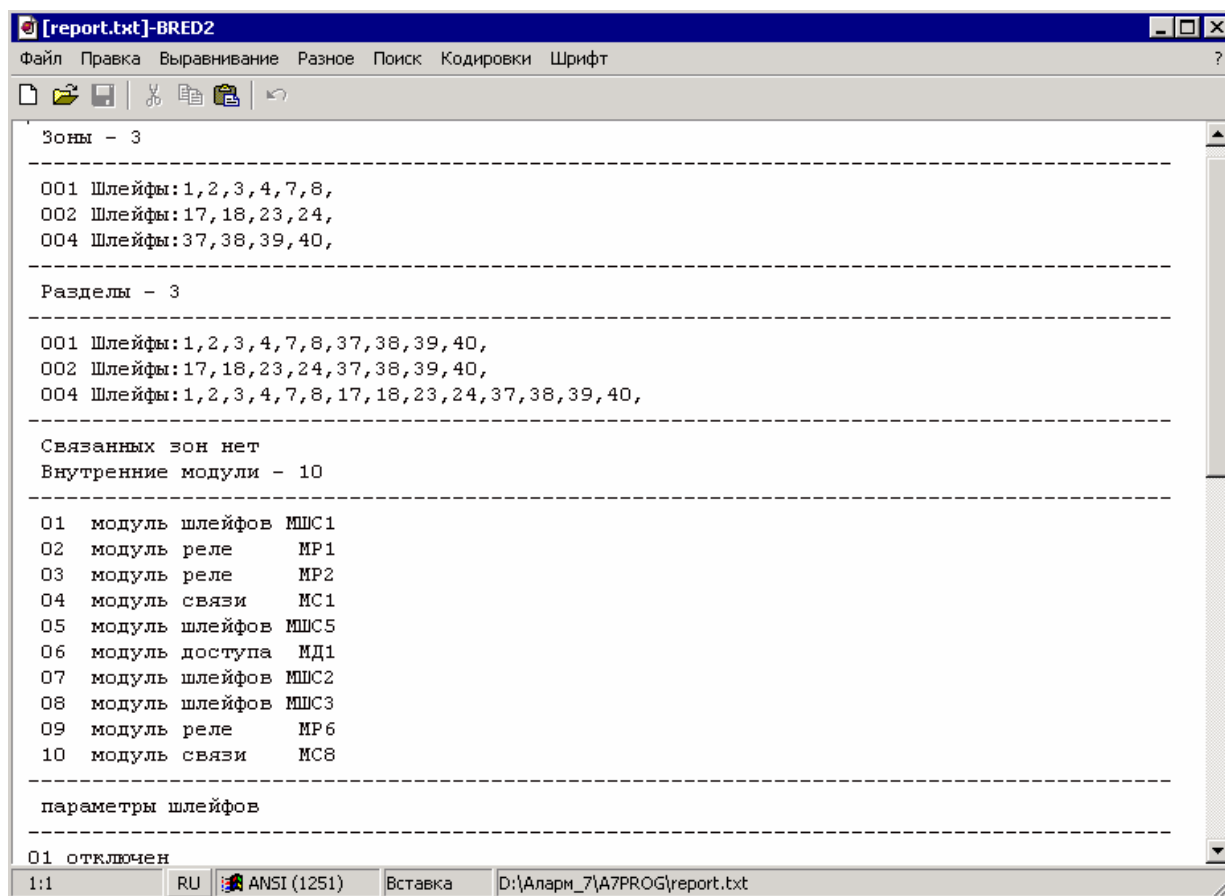

Рис. 28
2.1.8.1 Чтение файла отчета (файла, содержащего данные о запрограммированных функциях прибора) осуществляется с помощью команды главного меню «Отчет» основного окна программы. В результате выполнения этой команды на экране ПЭВМ появляется окно с текстовым файлом **report.txt**, автоматически формируемым и записываемым программой в ее рабочей директории (рисунок 28):